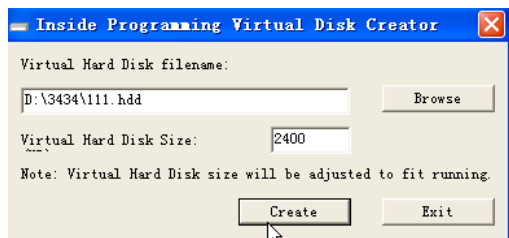

图 5-101 建立 2400 MB 磁盘
- (2) 再建立一个 2400MB 的磁盘，建立 2400 MB 磁盘如图 5-101 所示。